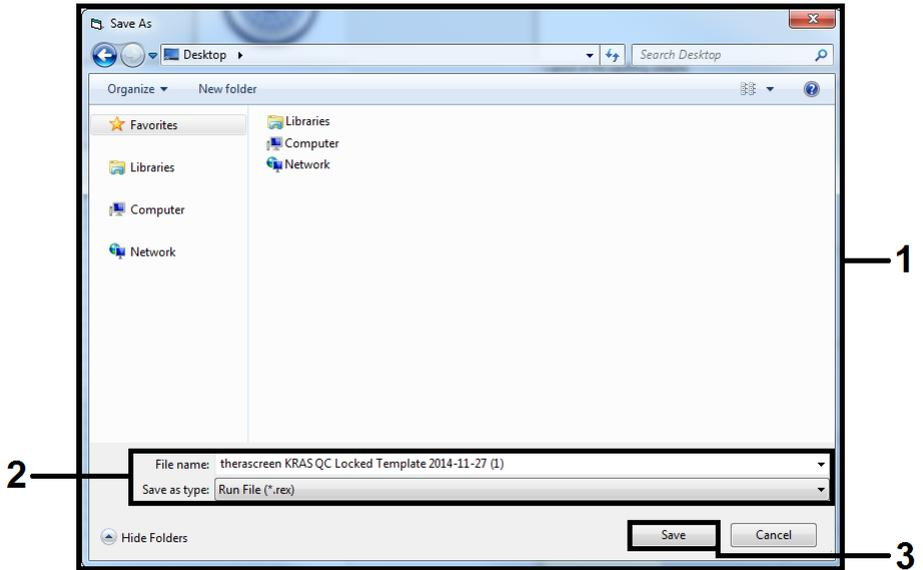

Figura 17. Salvando o arquivo de execução.
18. Na janela Save As (Salvar como), selecione um nome de arquivo adequado e salve a execução da PCR como um arquivo de execução *.rex na localização selecionada (Figura 17).